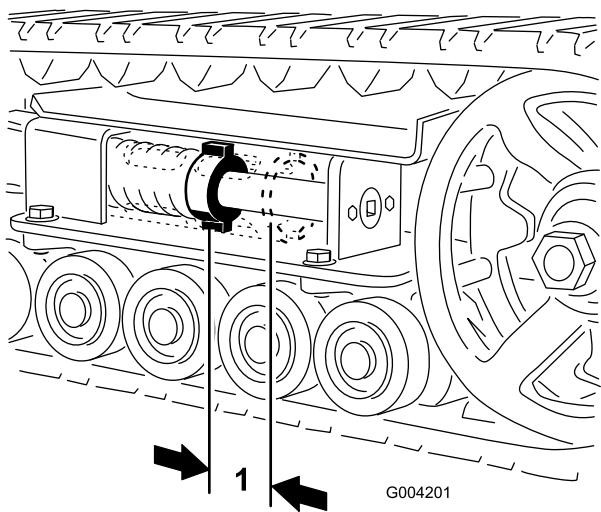

Рисунок 40
Между натяжной гайкой и задней стороной натяжной трубы должен быть зазор 2-3/4 дюйма (7 см) (Рисунок 40). Если это не так, отрегулируйте натяжение гусеницы, используя следующую методику:
4. Используя сменную головку размером 1/2 дюйма (Рисунок 42), поворачивайте натяжной винт против часовой стрелки до тех пор, пока расстояние между натяжной гайкой и задней стороной натяжной трубы (Рисунок 40) не станет равным 2-3/4 дюйма (7 см).
- Вращайте натяжной винт против часовой стрелки до тех пор, пока расстояние между натяжной гайкой и задней стороной натяжной трубы (Рисунок 40) не станет равным 2-3/4 дюйма (7 см).
17. Вращайте натяжной винт против часовой стрелки до тех пор, пока расстояние между натяжной гайкой и задней стороной натяжной трубы (Рисунок 40) не станет равным 2-3/4 дюйма (7 см).